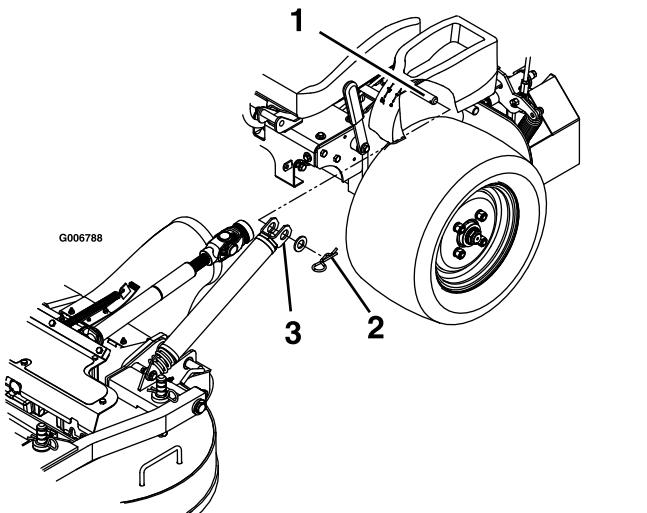

Figure 69
4. Retirez les goupilles fendues et les rondelles sur le haut du ressort d'aide au levage du tablier de coupe de chaque côté de la machine (Figure 69).
- Placez les ressorts sur les consoles gauche et droite, et fixez-les avec une rondelle et une goupille fendue (Figure 69).